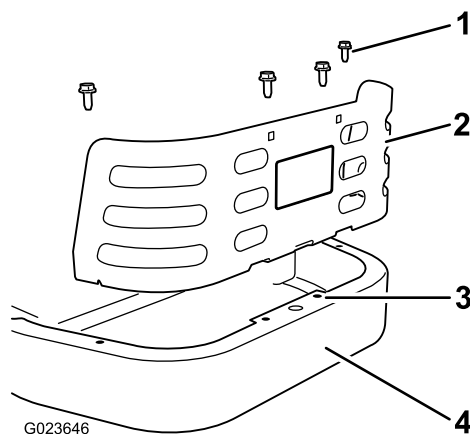

Figura 10
3. Montate la protezione del motore sul telaio dietro il motore (Figura 10). Allineate i fori nelle alette sulla protezione con quelli esistenti nel telaio posteriore.
4. Fissate la protezione al telaio usando quattro viti autofilettanti (5/16 x 3/4 poll.) come mostrato in Figura 10.